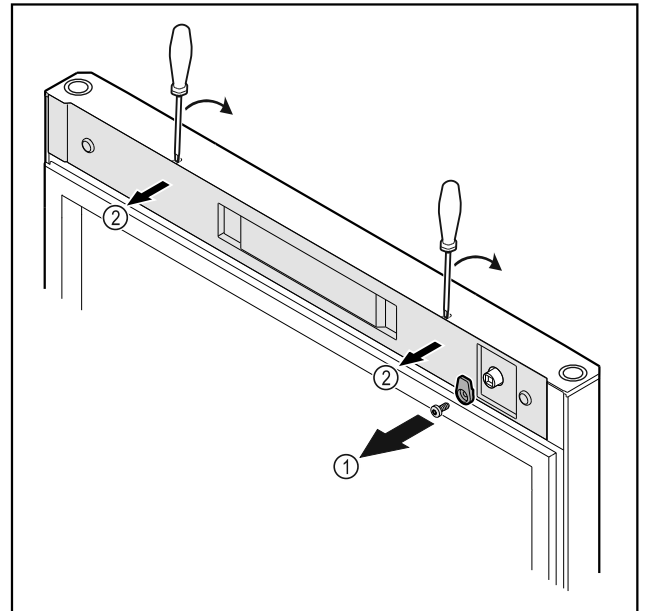

Fig. 16
- Irrota sulkuhaka Fig. 16 (1).
- Paina suojus Fig. 16 (2) pienellä ruuvimeisselillä paikalleen ja ota se pois.